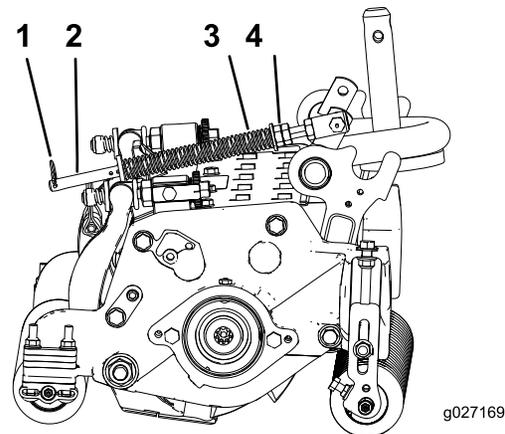

Bild 16
1. Stellen Sie sicher, dass der Splint in das hintere Loch in der Federstange eingesetzt ist (Bild 16).
2. Ziehen Sie die Sechskantmuttern vorne an der Federstange an, bis die komprimierte Länge der Feder 15,9 cm beträgt (Bild 16).